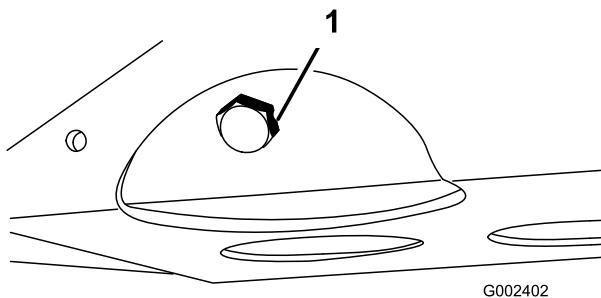

Bild 47
2. Entfernen Sie die Ablassschraube und lassen das Öl in ein Auffanggefäß ab (Bild 47). Schrauben Sie die Ablassschraube wieder ein, nachdem das Öl abgelaufen ist.